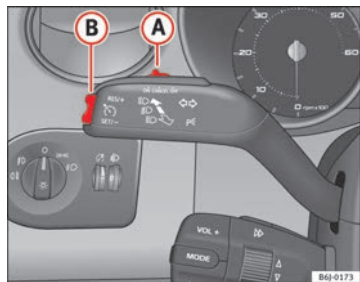

Abb. 122 Blinker- und Fernlichthebel: Schalter und Wippe für die Geschwindigkeitsregelanlage
- Drücken Sie den oberen Teil der Wippe **RES** ⇒ Abb. 122 **(B)**, um die Geschwindigkeit zu erhöhen. Solange Sie die Wippe gedrückt halten, beschleunigt das Fahrzeug. Sobald Sie die Wippe loslassen, wird die neue Geschwindigkeit gespeichert.
Wenn Sie die gespeicherte Geschwindigkeit durch Treten des Bremspedals verringern, wird die Geschwindigkeitsregelanlage deaktiviert. Sie können durch einmaliges Drücken des oberen Teils der Wippe **RES+** ⇒ Abb. 122 **(B)** die Regelung wieder aufnehmen.